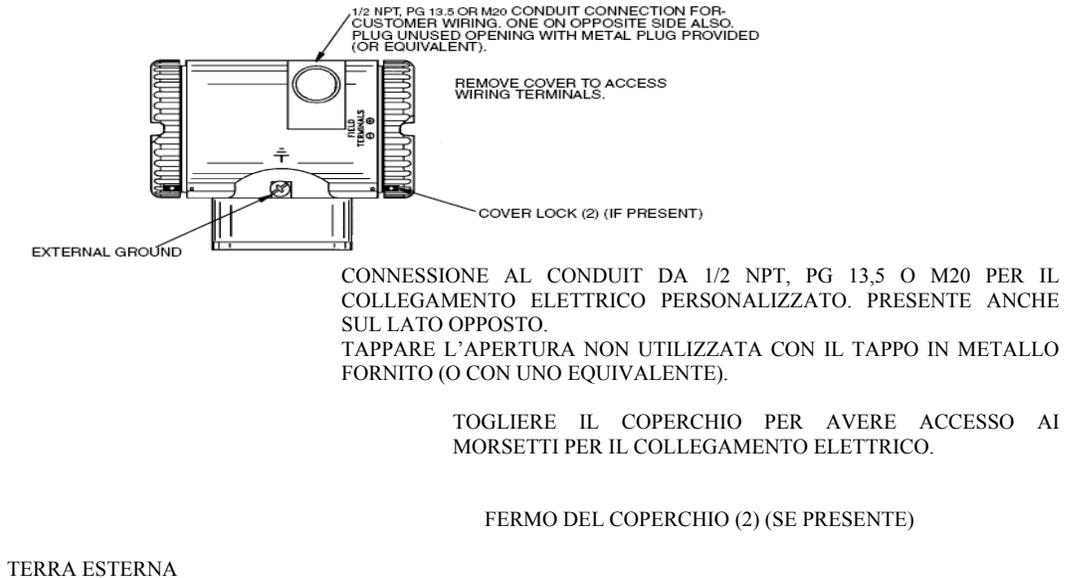

Figura 31. Accesso ai Morsetti di Campo
I fermi del coperchio della custodia dell'elettronica, mostrati nella Figura 31, sono forniti come standard con alcune certificazioni di enti accreditati e come parte dell'optional Fermo e Tenuta della Custodia. Per bloccare i coperchi, svitare il perno di chiusura di circa 6 mm (0,25 pollici), allineando il foro nel perno con il foro nella custodia. Inserire il conduttore a tenuta attraverso i due fori, farlo scorrere fino alle estremità dei fili e fissarlo.
Per avere accesso ai morsetti di campo, inserire il fermo del coperchio (se presente) nella custodia per liberare il coperchio filettato e togliere il coperchio dal vano dei morsetti di campo come indicato nella Figura 31. Notare che le lettere in rilievo **MORSETTI DI CAMPO** identificano il vano corretto.
2. Fare scorrere i fili del segnale (0,50 mm² o 20 AWG, tipicamente) attraverso uno dei collegamenti al conduit del trasmettitore come indicato in Figura 31. Usare un cordoncino elettrico per proteggere l'uscita da 4 a 20 mA e/o le comunicazioni a distanza dal rumore elettrico. La lunghezza massima consigliata per i fili del segnale è 1800 m (6000 piedi)
2. Fare scorrere i fili dell'uscita e della tensione di alimentazione (tipicamente 0,50 mm² o 20 AWG) attraverso una delle connessioni al conduit come mostrato nella Figura 31. Se si utilizza un collegamento a quattro fili, Usare un cordoncino elettrico per proteggere l'uscita da 1 a 5 V cc da disturbi elettrici.